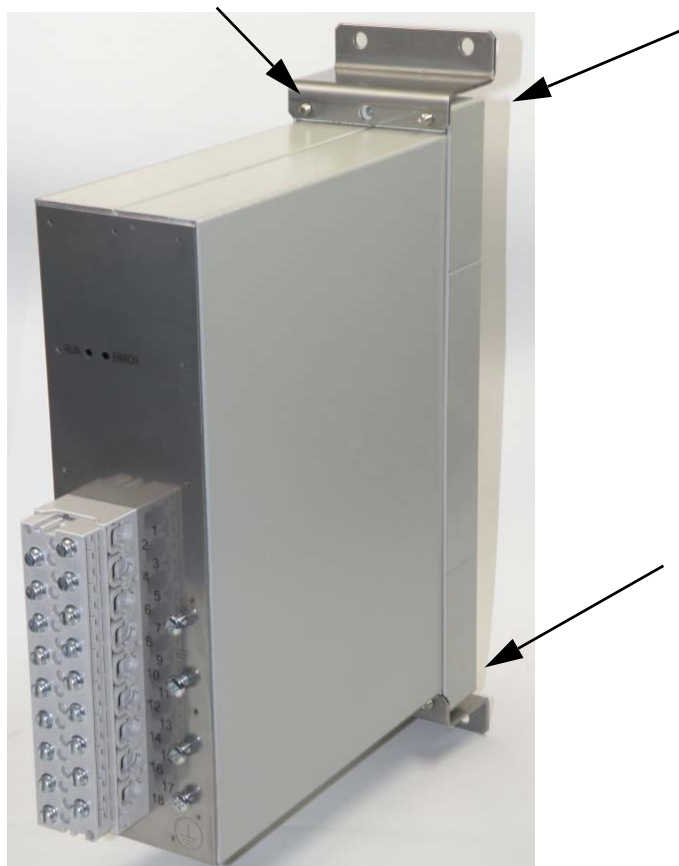

Bild 8-2 Anbau der Z-Winkel an der Frontabdeckung
- ✧ Lösen Sie die 4 Schrauben, mit denen die Z-Winkel am Gehäuse angeschraubt sind und entfernen Sie die Z-Winkel (siehe Bild 8-2).